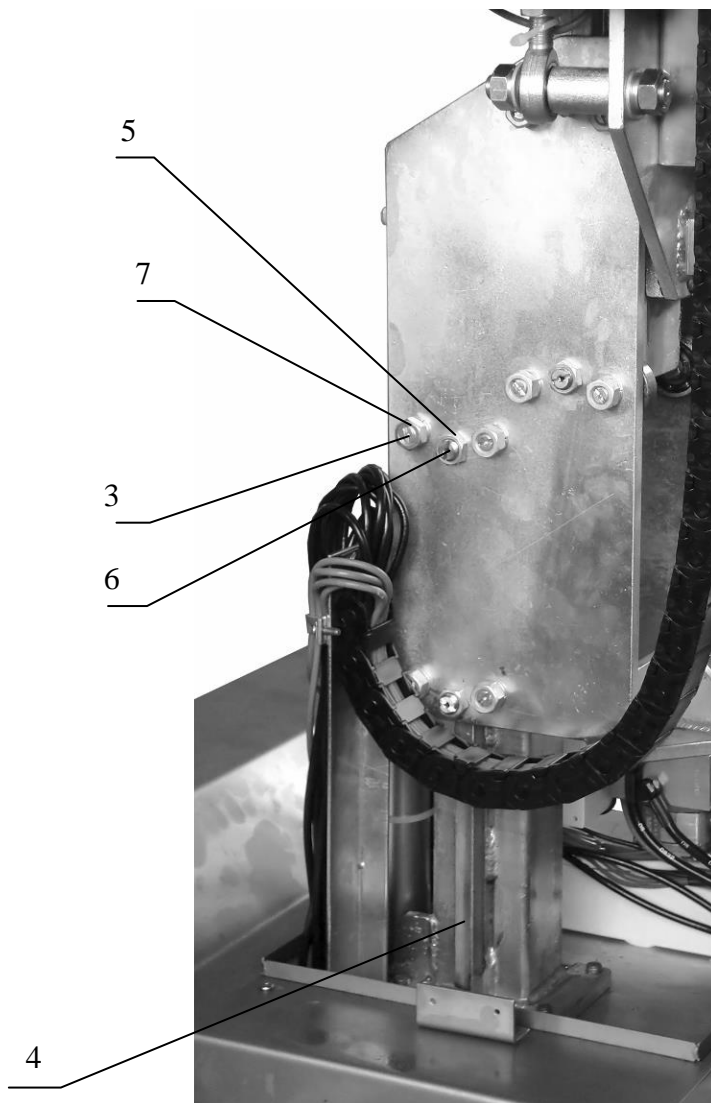

Рисунок 22. Регулировка колонны.
- со стороны безэксцентриковых роликов отпустите гайки 7 (Рисунок 22) и отверткой поверните оси роликов 3 до соприкосновения со стойкой 4 и затяните гайки 7;